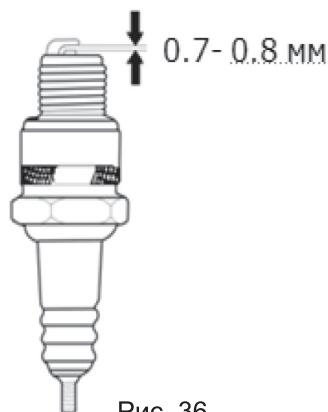

Рис. 36
5. Проверьте зазор между электродами. Он должен составлять 0.7-0.8 мм. При необходимости отрегулируйте зазор (Рис. 36);